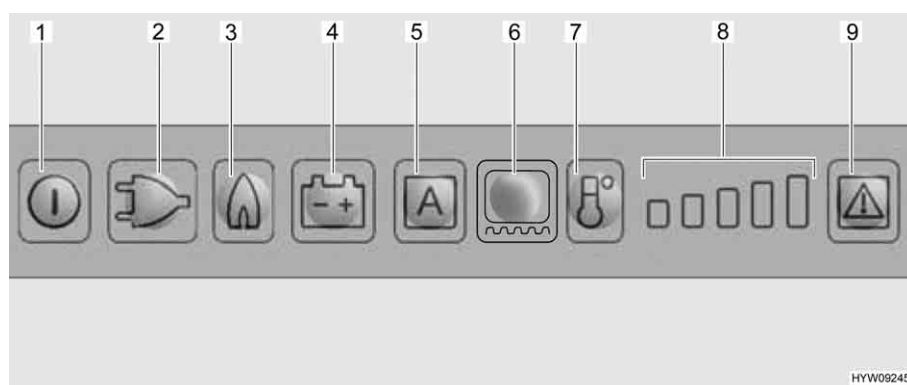

Fig. 183 Quadro comandi LED (frigorifero Dometic)
Selezionando il funzionamento a gas, il dispositivo di sicurezza si apre automaticamente, così che il gas possa fluire al bruciatore. Contemporaneamente si inserisce l'accenditore elettronico. Se la fiamma del gas si spegne, ad es. a causa di un colpo di vento, l'accenditore viene subito azionato riaccendendo il gas. In caso di guasto del funzionamento a gas, i tasti luminosi relativi a gas (Fig. 183,3) e guasto (Fig. 183,9) lampeggiano e viene emesso un segnale acustico per 20 secondi.
- Premere il tasto On/Off (Fig. 183,1) per circa 2 secondi. Il frigorifero si accende e viene visualizzato l'ultima modalità di funzionamento selezionata.
- Premere il tasto luminoso per il tipo di funzionamento desiderato (Fig. 183,2 - 4) o la modalità automatica "AES" (Fig. 183,5) (solo per versione AES).
- Regolare la temperatura di refrigerazione con il tasto di del livello di refrigerazione (Fig. 183,7). L'indicazione del livello di refrigerazione (Fig. 183,8) mostra la regolazione sul termostato.
- Premere il tasto On/Off (Fig. 183,1) per circa 2 secondi.
Dopo l'accensione il frigorifero seleziona automaticamente la regolazione intermedia del termostato. Questa regolazione può essere modificata manualmente tramite il tasto del livello di refrigerazione (Fig. 183,7). Ci vogliono alcune ore prima che il frigorifero raggiunga la temperatura normale di esercizio. Quando si commuta a un'altra modalità di funzionamento, la regolazione sul termostato viene mantenuta.
- Accendere il riscaldamento del telaio per 2 ore: Premere una volta il tasto luminoso per il riscaldamento del telaio (Fig. 183,6). Sull'indicazione del livello di refrigerazione (Fig. 183,8) si accende una barra.
- Accendere il riscaldamento del telaio per 5 ore: Premere due volte il tasto luminoso per il riscaldamento del telaio (Fig. 183,6). Sull'indicazione del livello di refrigerazione (Fig. 183,8) si accendono due barre.
- Regolazione del riscaldamento del telaio ad esercizio continuo: Premere tre volte il tasto luminoso per il riscaldamento del telaio (Fig. 183,6). Sull'indicazione del livello di refrigerazione (Fig. 183,8) si accendono tre barre.
L'indicazione del livello di refrigerazione (Fig. 183,8) indica per alcuni secondi la durata di esercizio del riscaldamento del telaio.
In caso di guasto, il tasto luminoso Guasto (Fig. 183,9) lampeggia. Lampeggia inoltre uno dei tasti luminosi della modalità di funzionamento o l'indicazione del livello di refrigerazione. Viene emesso anche un segnale acustico. Per le note sulla visualizzazione degli errori e la loro eliminazione, vedi capitolo 14.
- ▷ Dopo aver eliminato un guasto del funzionamento a gas, premere il tasto luminoso Reset (Fig. 183,9).